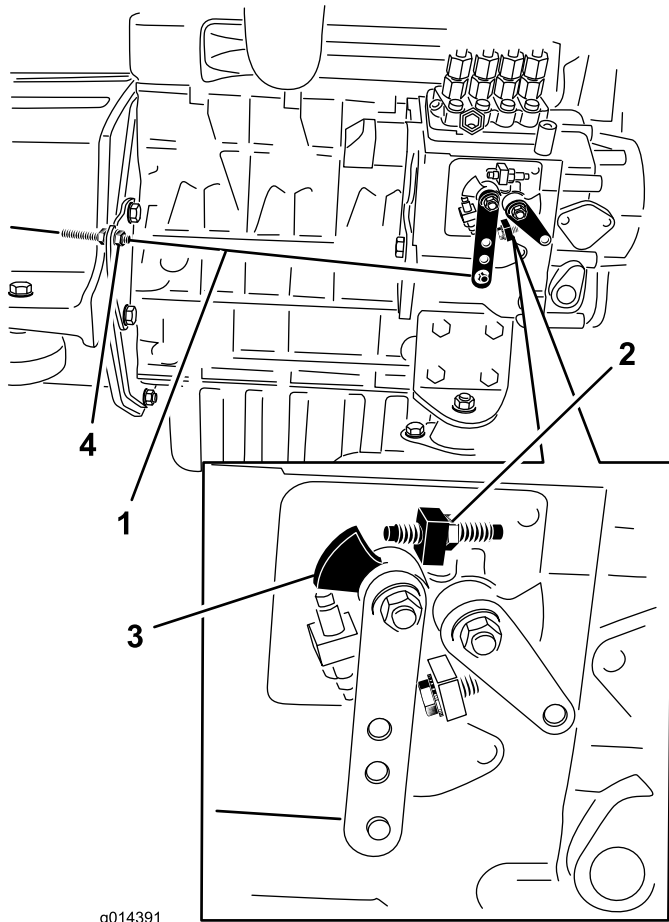

図 29
2. 燃料噴射ポンプについている速度コントロールレバーの位置を確認する。スロットルコントロールレバーをFAST位置ディテント位置にセットした状態で、速度コントロールレバーが高速ねじに接触していれば適正である 図 29。
3. 必要であれば、スロットルコントロールケーブルのジャムナットの位置を調整して、スロットルコントロールレバーがFASTディテント位置にきた時に速度コントロールレバーが高速ねじに接触するようにする 図 29。